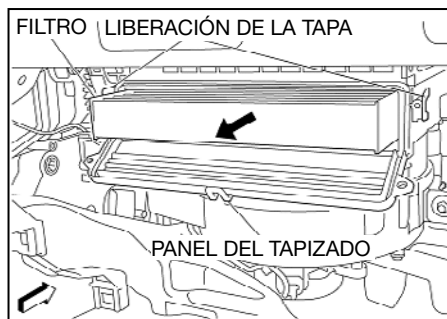

Fig. 23
3. Libere la cubierta del filtro de aire de cabina (ver Fig. 23).